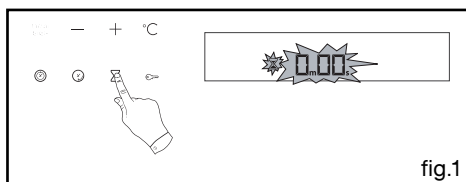

fig.1
- Appuyez sur la touche  (fig.1).